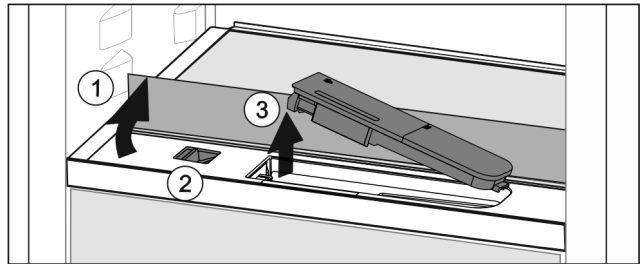

Fig. 164
- ▶ Glasplaat heffen en tot de aanslag naar achter klappen (Fig. 164 (1)).
- ▶ Schuif Fig. 164 (2) naar links schuiven.
- ▶ Waterreservoir eruit halen (Fig. 164 (3)).